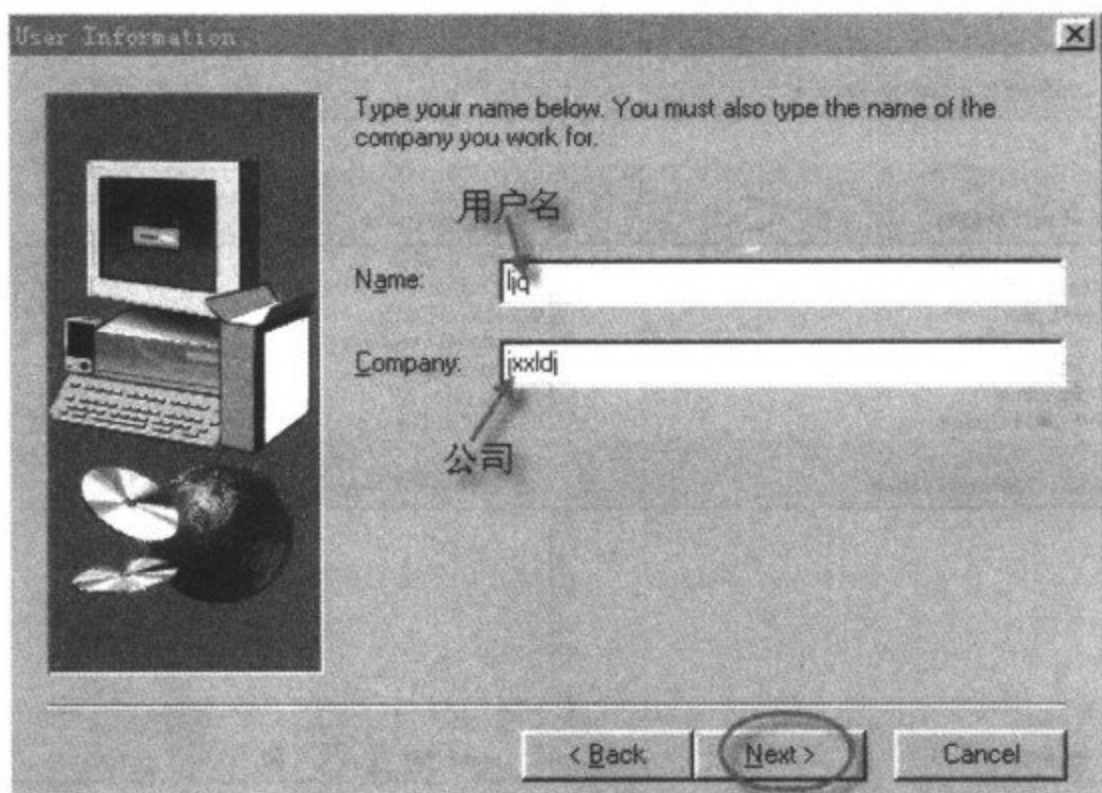

图 3-4 用户信息窗口
- (4)单击 Next,出现用户信息窗口,输入用户名和公司,如图 3-4 所示。